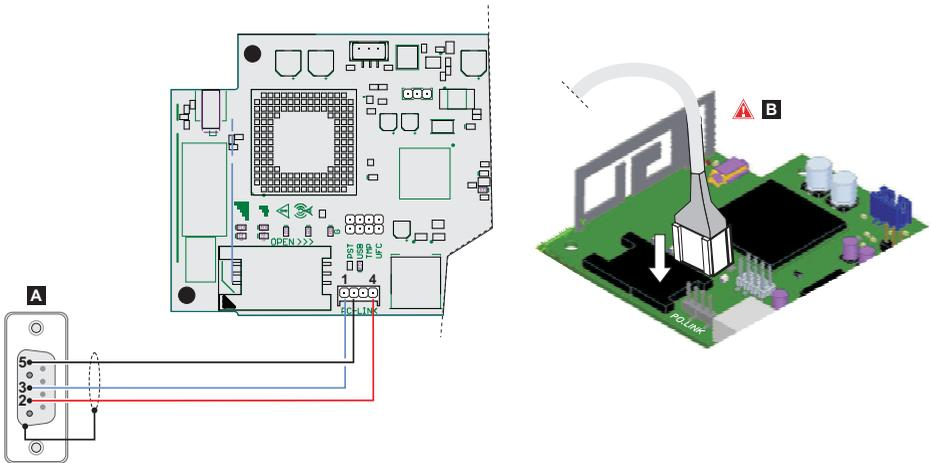

Abbildung 8 – PC-LINK-Kabelanschluss: **A)** RS-232 Buchse, Lötseite **B)** PC-Link-Kabel fest einsetzen.
1. Schließen Sie den seriellen Anschluss des Wählgerätes PC-LINK an einem freien seriellen RS232-Port am PC mit Hilfe des PC-LINK-Kabels (Zubehör) an, wie in Abbildung 8 gezeigt.